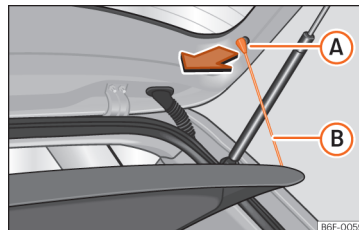

Abb. 175 Im Gepäckraum: Gepäckraumabdeckung aus- und einbauen.
- Hängen Sie die Haltebänder »» (Abb. 175) B aus den Aufnahmen A aus.
- Hängen Sie die Haltebänder »» (Abb. 175) B an der Heckklappe ein.